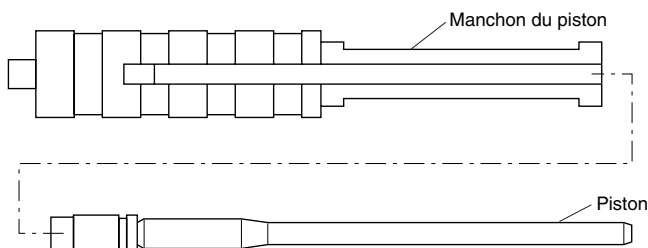

Figure 12 - Insertion du piston dans le manchon du piston
2. Insérer le piston dans le manchon du piston (Figure 12).